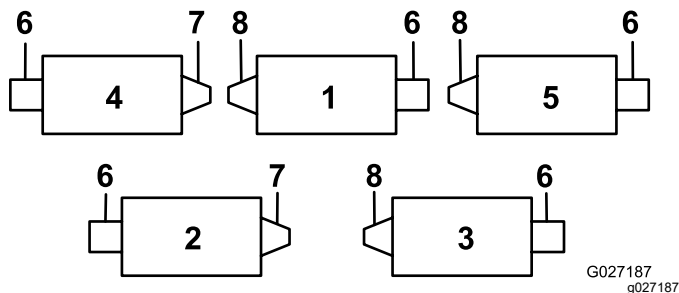
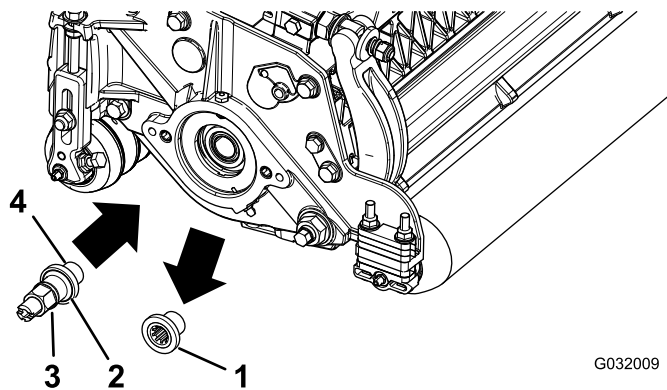

Рисунок 1
Рисунок 2
Все режущие блоки поставляются с противовесом, установленным с левой стороны режущего блока. См. Рисунок 1 для определения положения щетки катка и двигателей барабана.
6. Снимите резьбовую вставку режущего блока привода щетки заднего катка (Рисунок 1) и удалите ее в отходы (Рисунок 2).
Примечание: Вставки с левосторонним вращением установлены на режущих блоках 1, 3 и 5 (Рисунок 1).
8. Нанесите стопорящий состав для резьбы на резьбовые поверхности ведущего вала (Рисунок 2) и установите ведущий вал, затянув его с моментом от 115 до 128 Н·м.